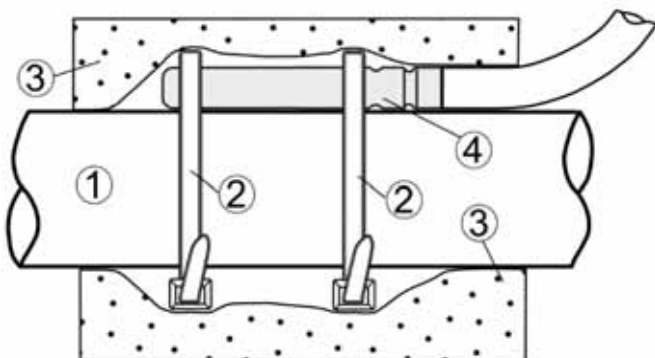

Abb. 6: Montage des Temperaturfühlers CT10
- ➔ Montieren Sie Fühler vom Typ CT10 an einem Rohr gemäß Abb. 6 mit Kabelbindern und Isolierung.
Legende zu Abb. 6: